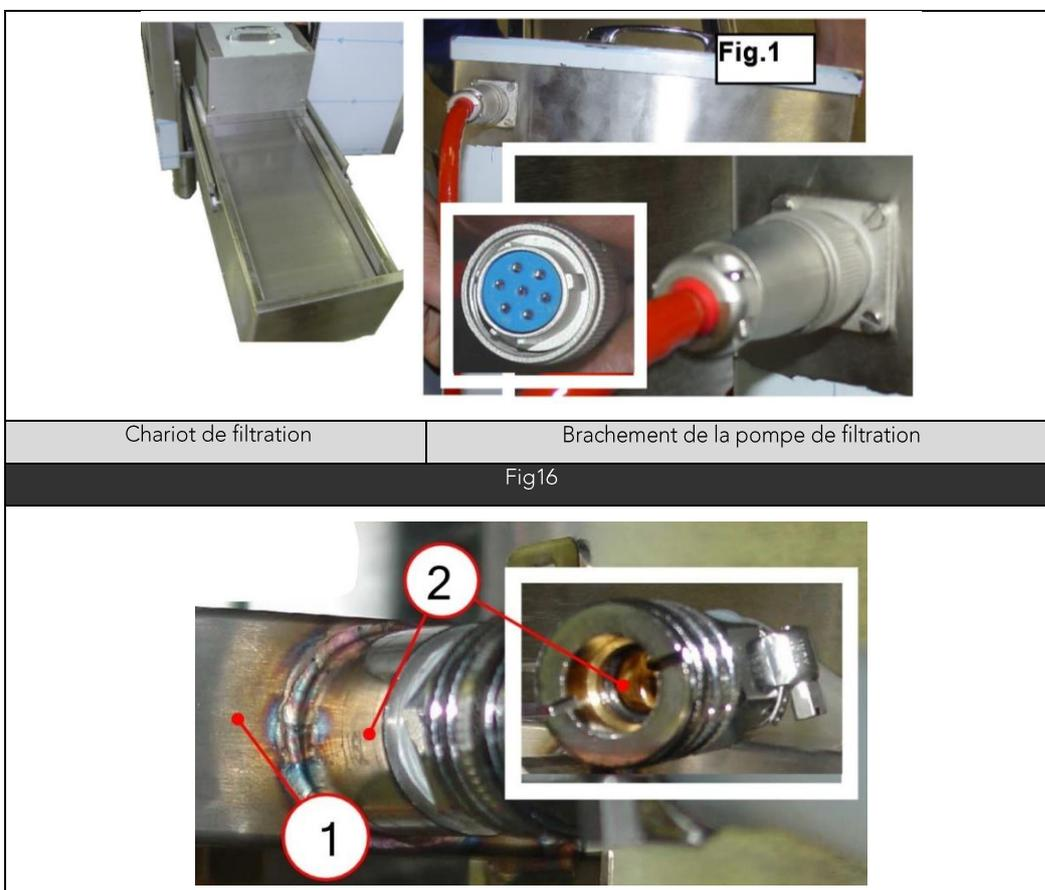

Fig17
- Vérifier le bon raccordement du coupleur à la nourrice. (Fig17)
- Désaccoupler le raccord de la pompe à filtration. (Fig17)